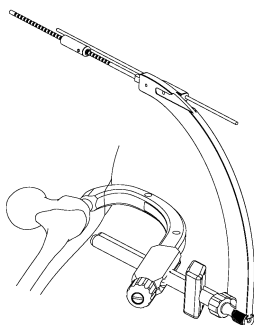

図 1
- マルチインサーターガイドにラグスクリュー用スリーブ, エクストラスクリュー用スリーブを挿入し, それぞれにガイドピンスリーブを組み付け, ターゲットデバイスに取付けます。(図 1)